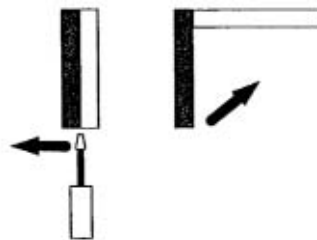

Fig. 3.2
- 2- Levantar el frontal con un movimiento basculante, apoyándose sobre el lado superior del instrumento y separando el inferior de la base (ver Fig. 3.2);